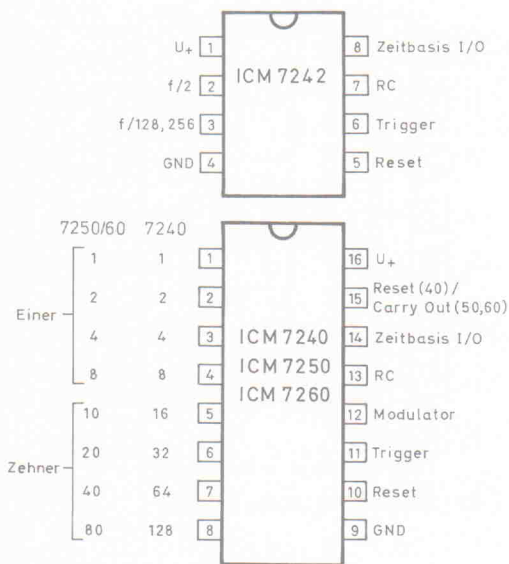

Bild 41. Pin-Belegung der ICs 2242 und 2243 sowie ihrer äquivalenten Schaltkreise.
- Den Baustein 2242 kann man als eine vereinfachte Ausführung des 2240 ansehen, der nur zwei Ausgänge der Teilerkette – den ersten und den letzten – nach außen führt und der zudem keine stabilisierte Spannung aufweist. Als günstige Eigenschaft dieses ICs ist der Fakt anzusehen, daß es in einem DIL-8-Gehäuse untergebracht ist (Bild 41).